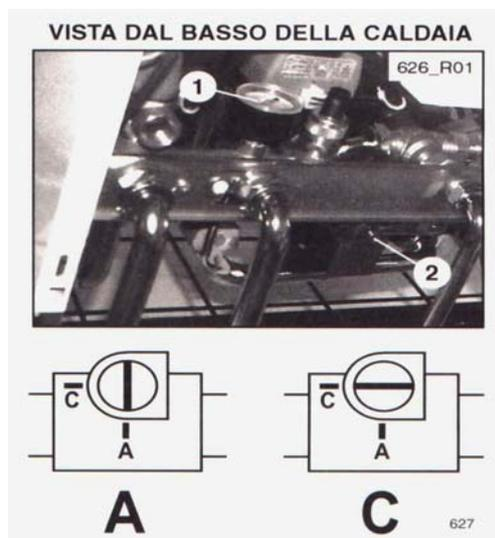

Рис.8
- медленно открутить винт (2), находящийся в электрическом клапане наполнения воды, с позиции С до позиции А (см. рисунок 8), осторожно открыв кран Маевского, установленный в котле.
- Проверьте давление по манометру (1) (давление должно быть max 1,5 бара), затем поставьте на место винт (2) в позицию С (закрыто);